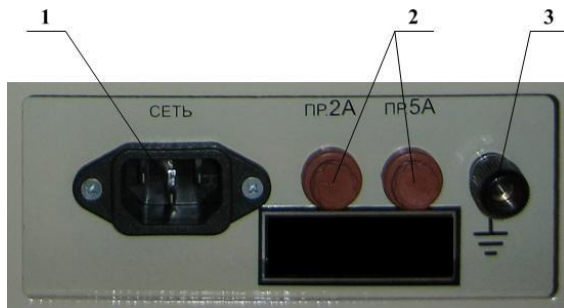

Рисунок 4
1.4.11 На задней панели установки расположены (см. рисунок 4):